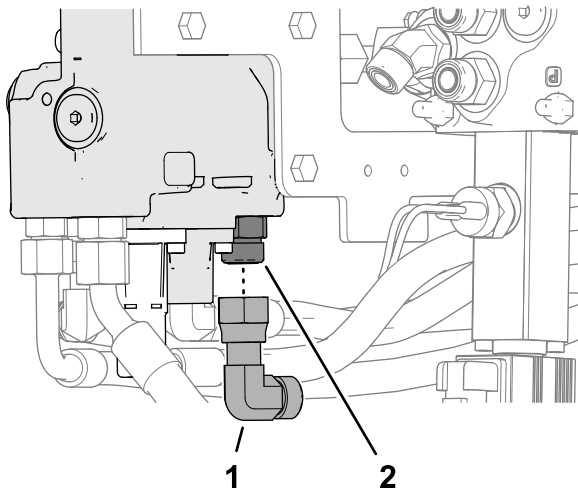

Bild 18
1. Montieren Sie das 90°-Anschlussstück lose auf das gerade Anschlussstück am Anschluss T des Ladearmventils (Bild 18).